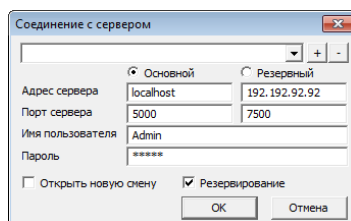

Рисунок 10.9 — Окно авторизации при использовании функции резервирования сервера
- **Резервирование** — установите данный флаг при использовании функции резервирования сервера STEMAX и заполните данные для авторизации на резервном сервере (см. рисунок 10.9). В случае отказа основного сервера STEMAX переход на резервный сервер будет выполнен автоматически, быстро и незаметно для пользователя (подробнее о функции резервирования сервера STEMAX см. в 23).